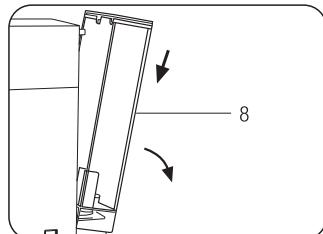

Abb.1
- Um den Behälter (8) herauszunehmen, diesen nach unten drücken und gleichzeitig nach außen drehen. (**Abb.1**)